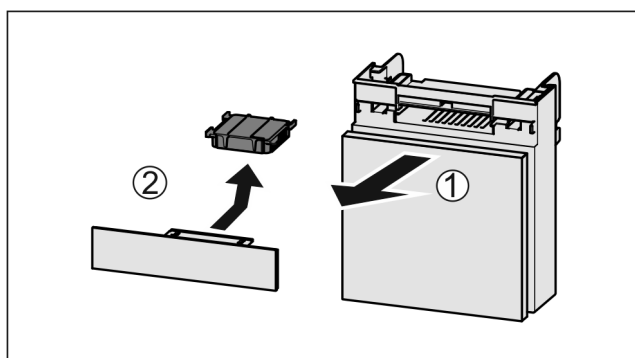

Fig. 140
- Tõmmake Fig. 140 (1) laegas ettepoole välja.
- Võtke Fig. 140 (2) aktiivsöefilter välja.